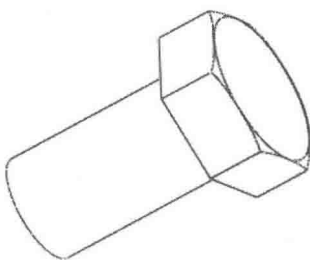

图 1-27
(9) 单击  按钮, 完成旋转减料特征的建立, 结果如图 1-27 所示。